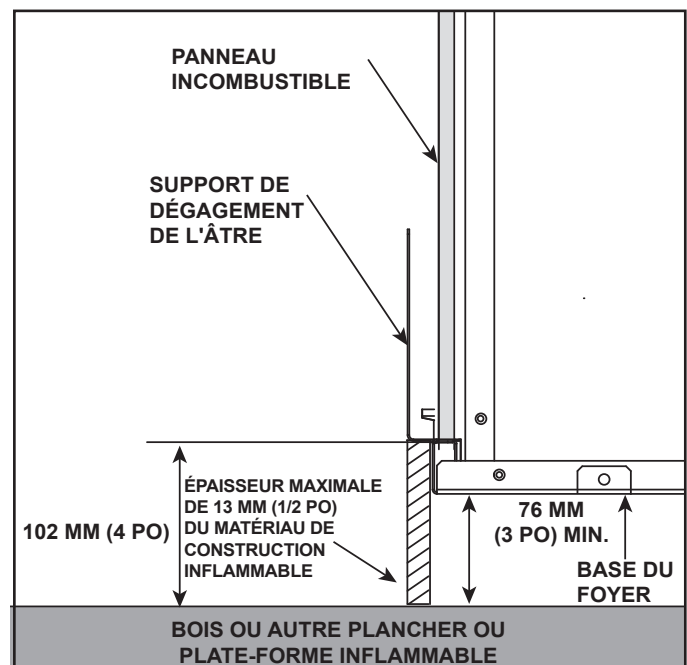

Figure 3.12 Appareil surélevé à un minimum de 76 mm (3 po) au-dessus de la surface inflammable. Un prolongement de l'âtre incombustible est NON REQUIS.
- Si un âtre plus épais que 25 mm (1 po) est désiré, l'appareil doit être surélevé d'une hauteur équivalente afin d'assurer que le prolongement de l'âtre n'interfère pas avec l'installation du panneau de verre fixe nécessaire à l'utilisation du foyer. Voir la figure 3.12.